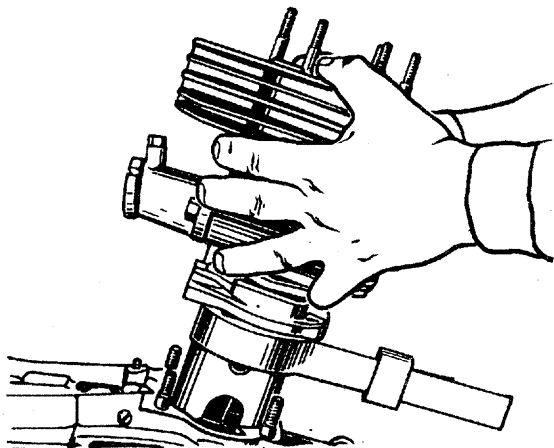

Рис. 3.11. Установка цилиндра
– установить под поршень П-образную подставку П-11 (см. табл. 7.4.) обжимки, смазать зеркало цилиндра маслом и надеть цилиндр на поршень, сдвигая обжимку П-10 по поршню вниз в соответствии с рис. 3.11;